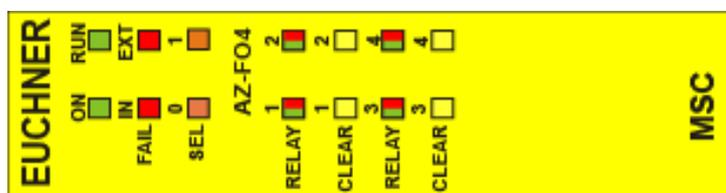

Figura 36:
8.4.9. Modulo AZ-FO4 (Figura 36)